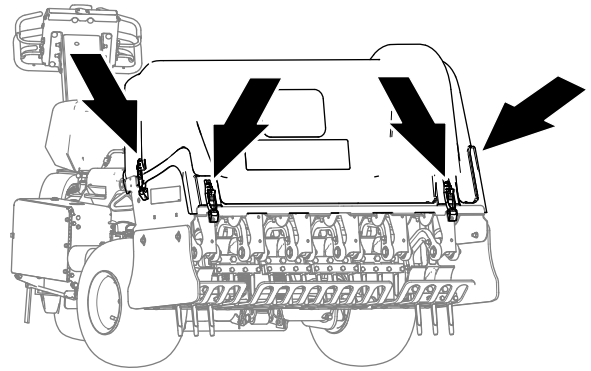

图 137
4. 打开 4 个门锁位置处的打孔头盖板的门锁 图 137 和 图 139。